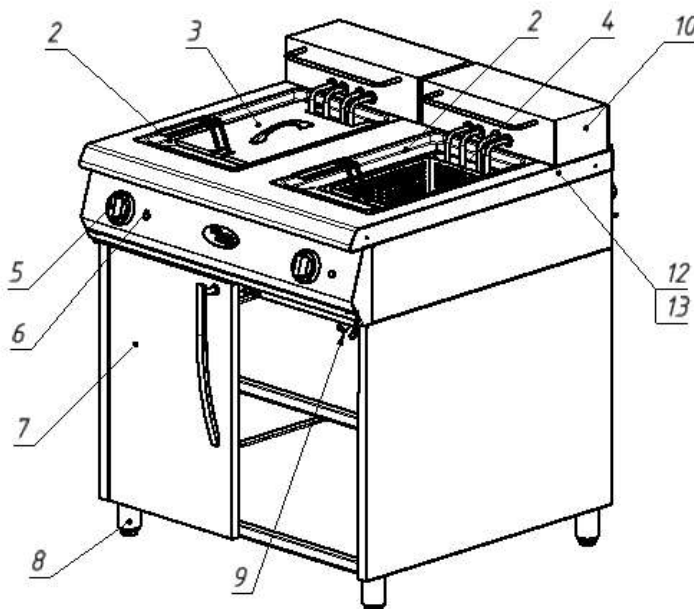

Рис.1. Крышка (3) и дверь (7) условно не показаны
5.1 Фритюрницу следует установить с соблюдением ГОСТ 12.2.124-90 «Оборудование продовольственное. Общие требования безопасности», но не менее 300мм от задней стенки установки до стены. Устойчивость установки обеспечивается регулировкой высоты ножек (8) подставки (7) рис.1.
5.4 Закрыть краны слива масла (9) рис.1.
6.2.1 Открыть крышку (3), поднять корзину (4) рис.1 и залить масло. Уровень масла в емкости должен быть не выше 100 мм от верхнего края емкости.
- 8.3 Трудноудаляемые пятна очищайте специальными средствами по уходу за нержавеющей сталью. Для очистки внутренних стенок емкости надо открыть кран (9), слить масло в отдельную емкость, вынуть корзину (4) рис.1 и повернуть ТЭН с держателем на 180 градусов. В открытом положении ТЭНа его включение блокирует микровыключатель (14), установленный между корпусом (13) и держателем ТЭНа (10).